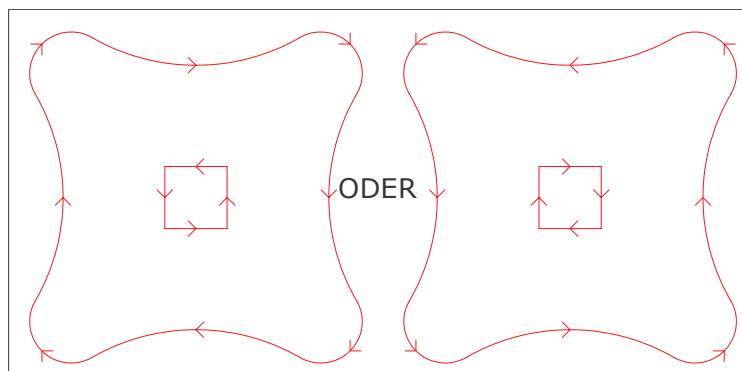

Abbildung.34a
1. Alle Inseln müssen in die gleiche Richtung selektiert sein und in umgekehrter Richtung zur Taschenkontur laufen. (siehe Abbildung.34a)